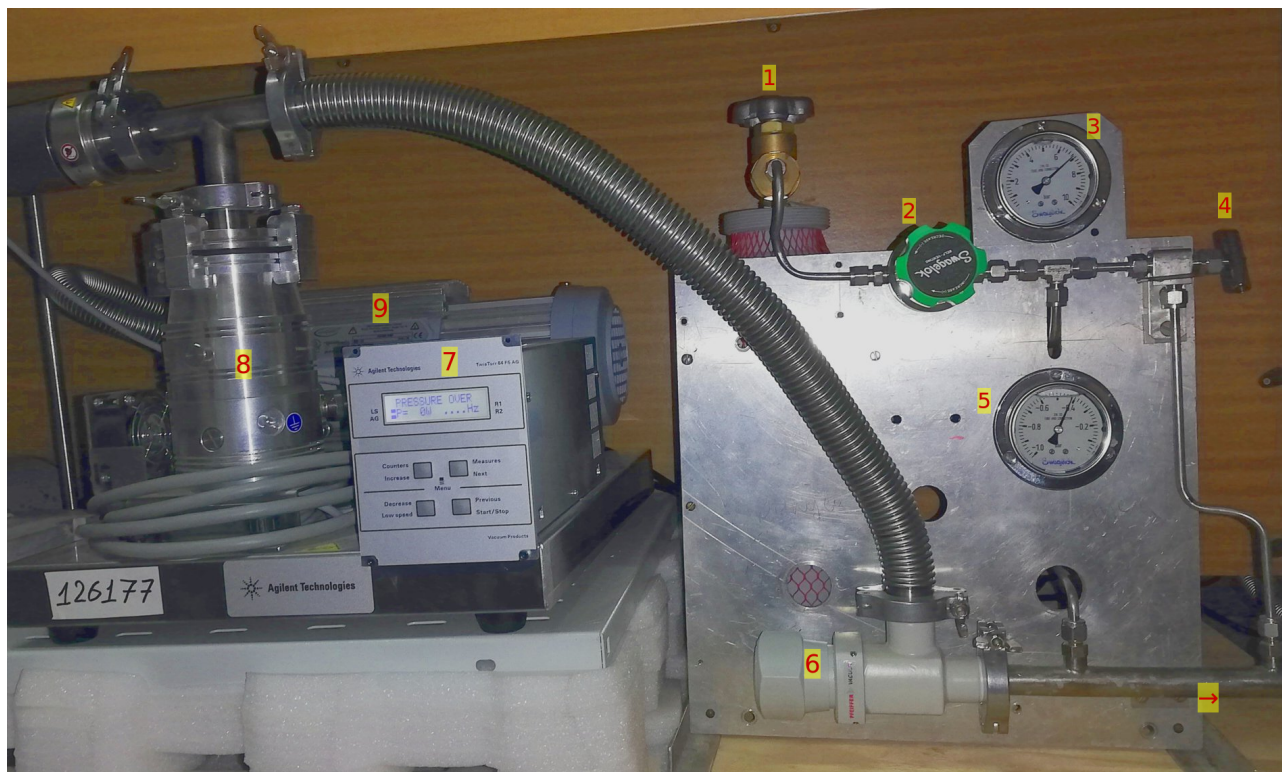

Рис. 1.3. Система для смены лазерной смеси. Цифрами обозначены:
- 3) Включить форвакуумный насос (тумблер на задней стенке), затем турбомолекулярный с помощью блока № 7 на Рис. 1.3. Инструкция к блоку есть в шкафу, но управление в целом интуитивно понятно. Нужно выбрать режим индикации, в котором на экране отображается давление.
- 2) Кран № 4 на Рис. 1.3 должен быть закрыт. Открыть (последовательно и медленно) вакуумный кран (№ 6 на Рис. 1.3) и кран на лазере (Рис. 1.4). Дождаться откачки до уровня 10^{-6} мбар (пойти погулять на пол-часа). Манометр № 5 на Рис. 1.3 должен показывать что-то около -1 атм, хотя иногда стрелка уходит ниже. На задней стенке манометра есть кнопка для выравнивания давления, которая, впрочем, работает довольно странно.
- 4) Закрывать вакуумный кран № 6 на Рис. 1.3. Давление на манометре № 3 ограничено редуктором № 2 на уровне 5-6 атм. Без необходимости редуктор регулировать не надо. Если давление на манометре упало, необходимо открыть и закрыть вентиль на баллоне с газовой смесью (№ 1 на Рис. 1.3), т. е. добавить новую порцию смеси в объём между краном на баллоне № 1 и игольчатым краном № 4 на Рис. 1.3.
- 5) Паспортное рабочее давление газовой смеси в лазере – 12 мбар, т. е. около 1 деления шкалы манометра № 5 (Рис. 1.3). В связи с этим, манометр этот практически бесполезен. Поэтому процедура такая: вначале, коротким открытием крана № 4 (Рис. 1.3), нужно напустить в лазер небольшую порцию газовой смеси, так, чтобы давление было меньше рабочего. После этого нажать кнопку «HV ON» на источнике питания лазера, чтобы зажечь газовый разряд в трубке. Проверить ток разряда, должно быть 11 мА. Затем, слегка приоткрыв кран № 4 (Рис. 1.3), наблюдать за показаниями измерителя мощности лазерного излучения. В какой-то момент появится генерация и мощность начнёт возрастать. Продолжая медленно добавлять газ, нужно закрыть кран № 4 как только мощность расти перестанет.
- 7) Для экономии ресурса турбомолекулярного насоса можно перевести его с максимальной мощности (1350 об./с) на пониженные обороты (1100 об./с) нажатием кнопки «Decrease Low Speed» на блоке управления (№ 7 на Рис. 1.3).